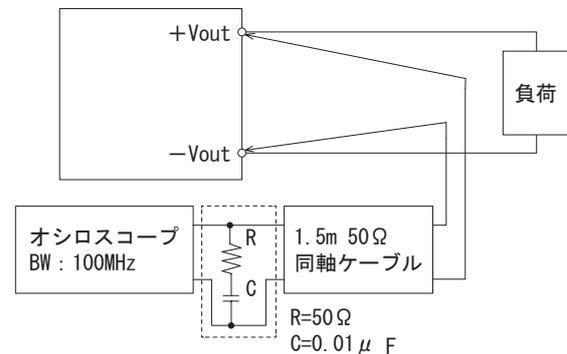

図1.2 出力リップル・リップルノイズ測定方法
■出力リップル・リップルノイズは、図1.2に示した方法で測定した値です。